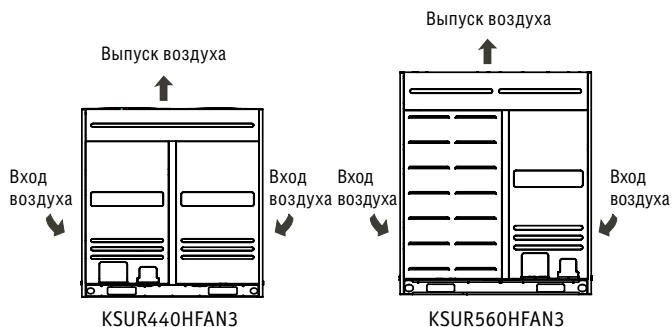

Рис. 4-1
- При монтаже блока оставьте пространство для технического обслуживания (см. рис. 4-1 и 4-2).